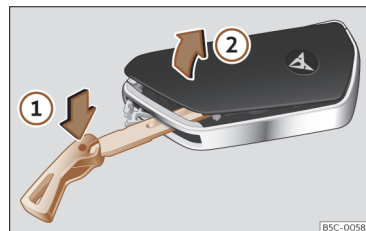

Fig. 66 Chave do veículo: abrir a tampa do compartimento da pilha.
- Introduza o palhetão na ranhura >>> Fig. 66, pressione no sentido da seta ① e solte a tampa fazendo alavanca ②.